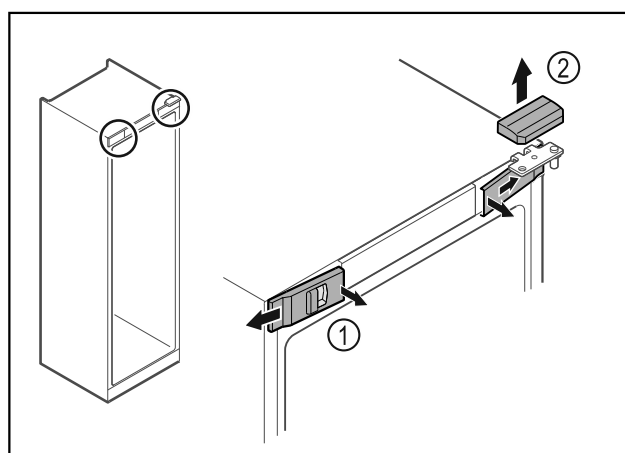

Fig. 16
- ▶ Voorste afdekkingen Fig. 16 (1) binnen ontgrendelen en naar de zijkant toe verwijderen.
- ▶ Bovenste afdekking Fig. 16 (2) naar boven toe verwijderen.